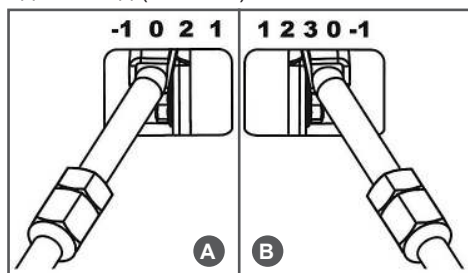
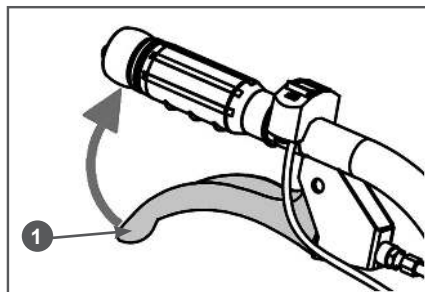

Рис. 28 Рычаг переключения передач
Рис. 29 Включение хода
7. Убедитесь, что рычаг переключения передач установлен в положение «0» нейтральной передачи (Рис. 28) и рычаг включения хода не нажат.
Мотоблок ВС8723 имеет три скорости передвижения: две вперед, одна назад (Рис.28А). Мотоблок ВС8724 имеет четыре скорости передвижения: три вперед, одна назад (Рис.28В).
1. Исходное положение — рычаг переключения передач в нейтральном положении «0» (Рис. 28).
- при переключении из нейтрального положения «0» - снова установите рычаг в нейтральное положение, быстро нажмите и отпустите рычаг включения хода (Рис. 29), подождите 2-3 секунды и снова переместите рычаг переключения передач в требуемое положение (Рис. 28);
- при переключении не из нейтрального положения «0» — не трогая рычаг включения хода и слегка нажимая на рычаг переключения передач в сторону требуемой передачи, немного переместите мотоблок вперёд или назад, или поднимите рабочие рукоятки вверх и переместите рычаг переключения передач в требуемое положение (Рис. 28).
6. Для того чтобы начать движение мотоблока на выбранной передаче быстро и плавно нажмите рычаг 1 включения хода до упора (Рис. 29).
2. Отпустите рычаг включения хода (Рис. 29) и переведите рычаг переключения передач в нейтральное положение «0» (Рис. 28).
4. Не нажимая рычаг включения хода, переведите рычаг переключения передач в положение «1» (1-я передача) (Рис. 28).